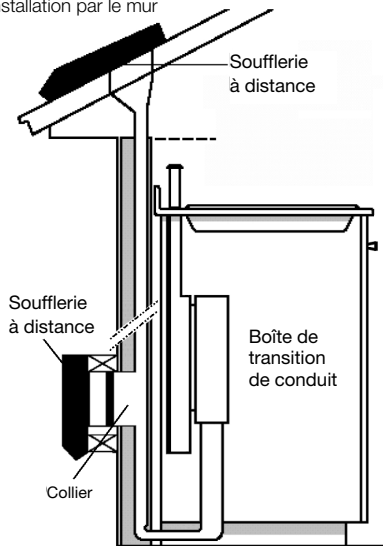

Fig. 3
F. Vérifier les chemins de conduit potentiels et choisir le plus court possible depuis l'appareil au mur extérieur ou au toit par un mur intérieur et le grenier. À des fins d'aide, des installations de conduit typiques sont montrées aux figures 3 à 6. L'installation pour un îlot requiert un conduit sous le plancher. Les emplacements pénétrants requièrent habituellement des conduits latéraux par les armoires ou sous la base des armoires. Il faut prendre en considération les interférences potentielles des conduits par la structure de l'édifice (montants de plan-
Les figures 3 à 6 sont des exemples de conduits possibles